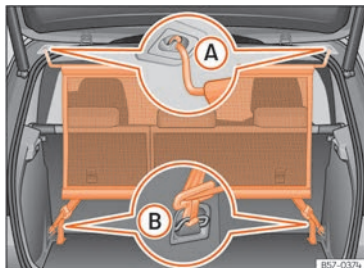

Abb. 171 Netztrennwand eingebaut.
- Netztrennwand in der linken Aufnahme am Dach >>> **[Abb. 171] A** einhängen. Darauf achten, dass die Querstange über die obere Position hinaus nach unten gezogen wird.
- Netztrennwand in der rechten Aufnahme am Dach durch Zusammendrücken der Querstange >>> **[Abb. 171] A** einhängen.
- Beide Haltehaken der Netztrennwand in die vorderen Verzurrösen im Gepäckraum >>> **[Abb. 171] B** einhängen und die Gurte fest spannen.